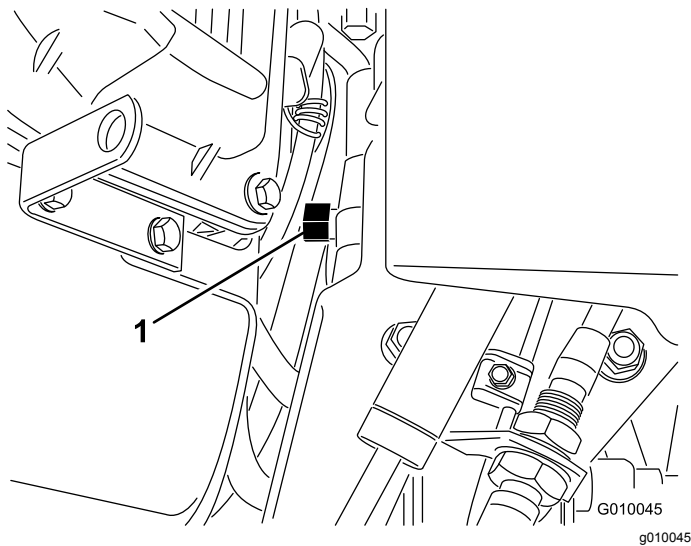

Figure 31
2. Localisez la vanne de dérivation entre le moteur et la pompe hydrostatique (Figure 31).
3. À l'aide d'une clé de 5/8 pouce, tournez la vanne de dérivation d'un tour dans le sens antihoraire. Cela permet au liquide hydraulique de contourner la pompe et aux roues de tourner (Figure 31).
5. Pour remettre la machine en service, tournez la vanne de dérivation d'un tour dans le sens horaire (Figure 31).